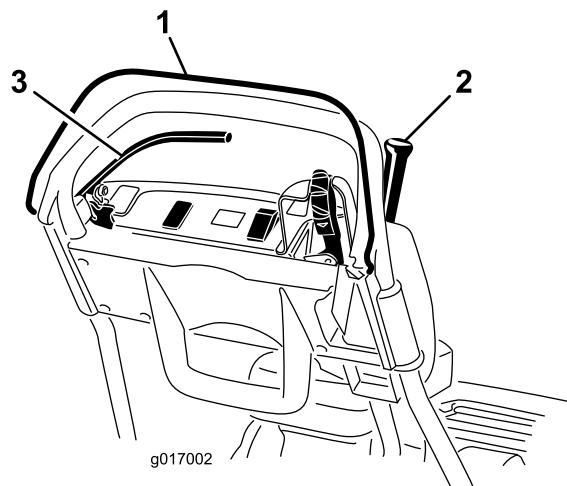

Figure 28
3. Relâchez la commande OPC et essayez d'engager le levier de commande de déplacement (Figure 28). Le levier de commande de déplacement ne doit pas s'engager. Si le levier de commande de déplacement s'engage, le système de sécurité doit être révisé. Corrigez le problème avant d'utiliser la machine. Voir Entretien du contacteur de sécurité de déplacement \(page 33\).
OPC (Figure 28). Le levier de commande de déplacement doit s'engager. Si le levier de commande de déplacement ne s'engage pas, le système de sécurité doit être révisé. Corrigez le problème avant d'utiliser la machine. Voir la Entretien du contacteur de sécurité de déplacement \(page 33\) ou la \(page\).
5. Après avoir appuyé sur la commande OPC et déplacé le levier de changement vers la gauche, engagez le levier de commande de déplacement et du cylindre, puis relâchez la commande OPC (Figure 28). Le levier de commande de déplacement doit s'engager. Si le levier de commande de déplacement ne s'engage pas, le système de sécurité doit être révisé. Corrigez le problème avant d'utiliser la machine. Voir la Entretien du contacteur de sécurité de déplacement \(page 33\), la \(page\) ou la Réglage de la commande du cylindre \(page 37\).
6. Après avoir appuyé sur la commande OPC et déplacé le levier de changement vers la gauche pour engager la commande de déplacement et du cylindre, déplacez le levier de changement vers la droite pour désengager la commande du cylindre (Figure 28). La commande du cylindre doit se désengager. Si le levier de commande de déplacement ne s'engage pas, le système de sécurité doit être révisé. Corrigez le problème avant d'utiliser la machine. Voir Réglage de la commande du cylindre \(page 37\).
2. Appuyez sur la commande OPC, engagez le levier de commande de déplacement et amenez les commandes du moteur en position de démarrage (Figure 28). Essayez de mettre le moteur en marche. Le moteur ne doit pas démarrer. Si le moteur démarre, le contacteur de sécurité est défectueux. Corrigez le problème avant d'utiliser la machine. Voir Entretien du contacteur de sécurité de déplacement \(page 33\).
2. Appuyez sur le levier de commande de déplacement, serrez le frein de service et amenez les commandes du moteur en position de démarrage (Figure 28). Essayez de mettre le moteur en marche. Le moteur doit démarrer. Si le moteur ne démarre pas, le contacteur de sécurité est défectueux. Corrigez le problème avant d'utiliser la machine. Voir Entretien du contacteur de sécurité de frein \(page 33\).
3. Moteur en marche, serrez le frein de service (pas le frein de stationnement), appuyez sur la commande OPC et engagez le levier de commande de déplacement (Figure 28). Le moteur doit alors peiner pour faire avancer la machine mais ne doit pas caler. Si le moteur cale immédiatement, le contacteur de sécurité est défectueux. Corrigez le problème avant d'utiliser la machine. Voir Entretien du contacteur de sécurité de frein \(page 33\).
4. Moteur en marche, serrez le frein de stationnement, appuyez sur la commande OPC et engagez le levier de commande de déplacement (Figure 28). Le moteur doit s'arrêter. Si le moteur ne s'arrête pas, le contacteur de sécurité est défectueux. Corrigez le problème avant d'utiliser la machine. Voir Entretien du contacteur de sécurité de frein \(page 33\).